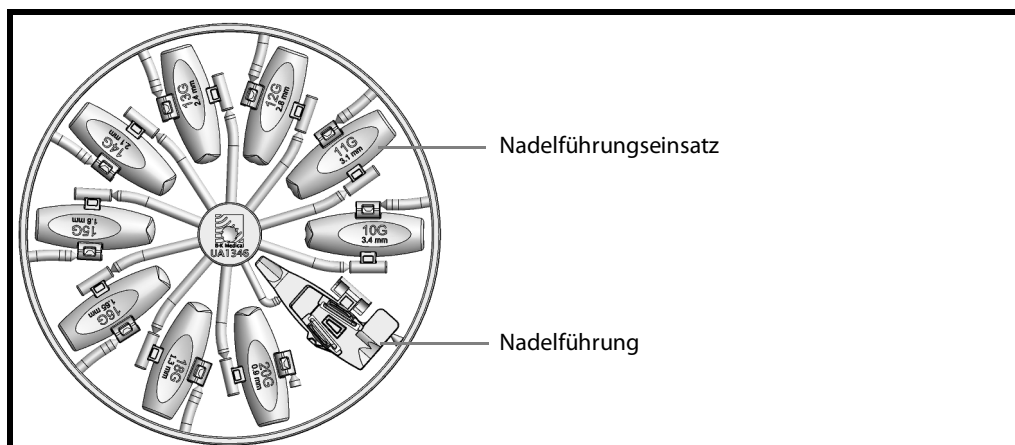

Abbildung 3. Nadelführungseinsatzpalette mit Nadelführung UA1346.
- 2 Wählen Sie den benötigten Nadelführungseinsatz aus und brechen Sie ihn aus der Palette, siehe Abb. 3.